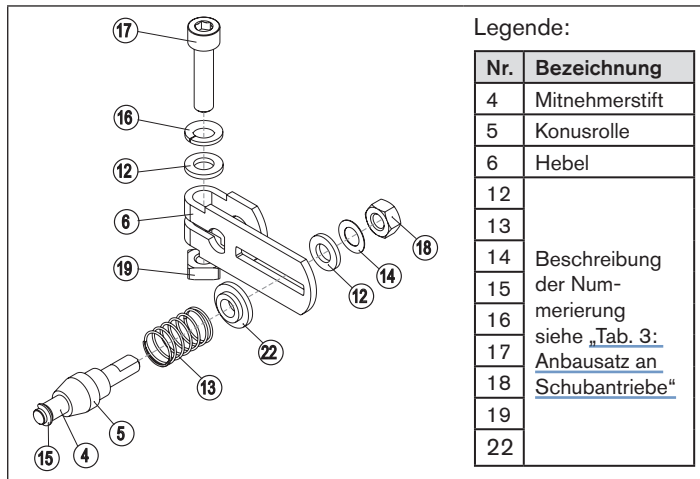

Bild 7: Hebelmontage
- Hebel zusammenbauen (falls nicht vormontiert) (siehe „Bild 7“).